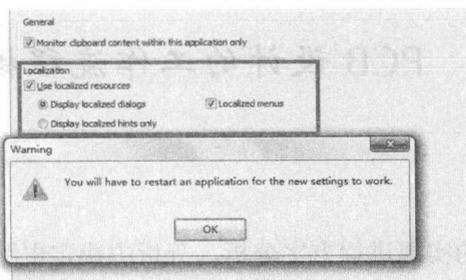

图 1-14 语言确认
(3) 在【System-General】区域下的【Localization】【Use localized resources】前面打钩即弹出如下对话框，点击按钮“OK”后再点击【Apply】，如图 1-14 所示，确认后关闭该对话框然后重启软件 Altium Designer 即可。（此处一定要重启软件）